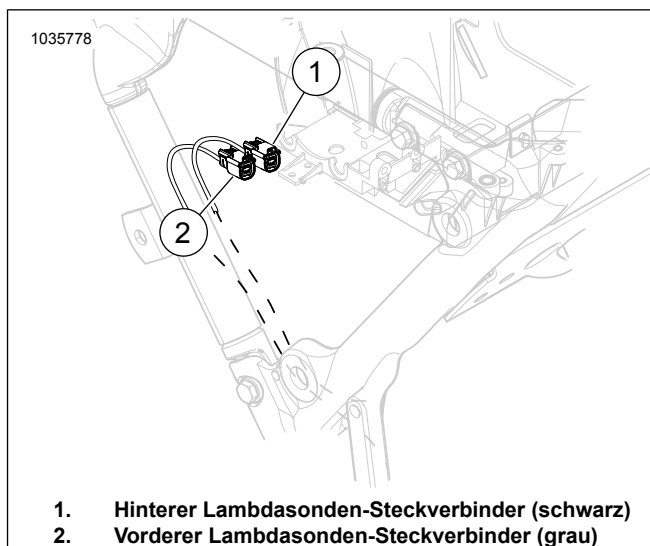

Abbildung 10. Position der vorderen und hinteren Lambdasonde
Siehe Abbildung 10. Die vorderen (1) und hinteren (2) Lambdasonden-Steckverbinder abziehen.